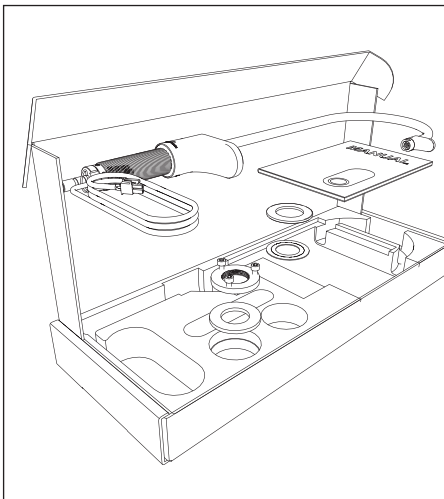

Fig. 3.1 Inhoud verpakking kraan
3.1 Inhoud verpakking kraan (zie fig. 3.1).